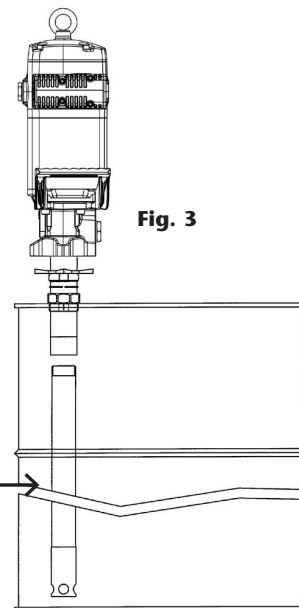

Fig. 3
- Fixation réglable sur fût ou citerne à l'aide de la bague de fixation. Visser à la pompe le tube prolongateur correspondant (voir Fig. 3). Visser l'écrou de l'adaptateur réglable au couvercle du fût/citerne. Introduire le tube par l'écrou et le placer à la hauteur désirée à l'aide de la fausse bonde.